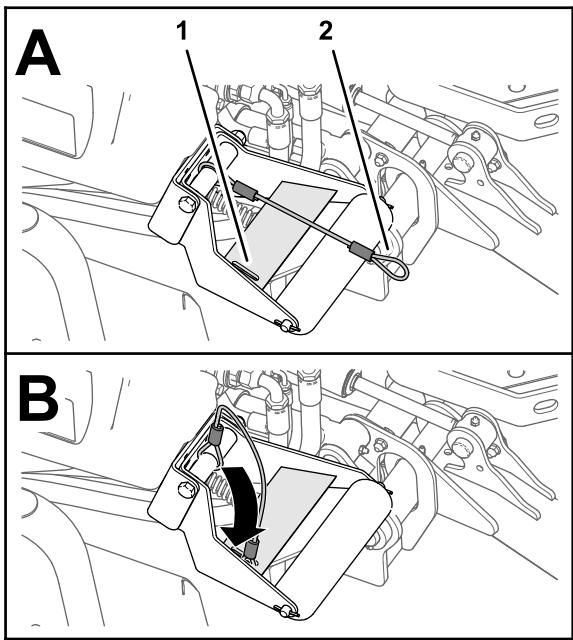

Figure 27
4. Les unités de coupe étant abaissées, enfilez la boucle du cordon dans la fente de la plaque de renfort du support de rouleau (Figure 27).